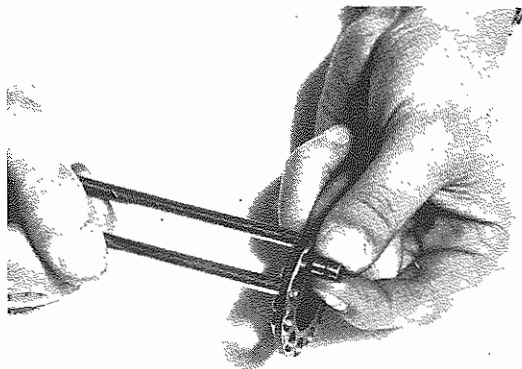

Fig. 144 - Il grano va montato dalla parte interna
- Servendosi dei grani di posizionamento n. 24 (**Fig. 144**), rimontare gli innesti a flangia col grano inserito. Serrare il dado di bloccaggio alla coppia prescritta (vedi pag. 1-7).
NOTA - Il grano va montato dalla parte interna dell'innesto a flangia estraibile (**Fig. 144**).
- With the help of positioning dowels No. 24 (**Fig. 144**), refit flange retainer with the dowel assembled. Tighten the locking nut at the given tightening torque (see page 1-7).
NOTE - The dowel must be fitted from the inner part of the removable flange (**Fig. 144**).